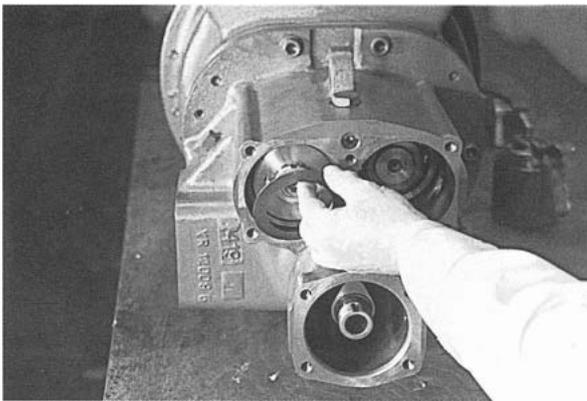

Рис. 137
25. Установите на место дисковую пружину, убедившись в том, что она хорошо смазана. Правильную ориентацию см. на чертеже. (Рис. 137)